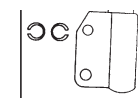

Fig. 3
- 5.) Avant d'installer le « Magna-Cam », alignez la ligne de référence de la tête du boulon et de la rondelle « à plusieurs épaisseurs » avec la fente du manchon en nylon (voir la figure n° 4). Il est important que les trois (3) pièces soient alignées pour effectuer une installation réussie. REMARQUE : La fente sur le manchon en nylon (et les lignes de références correspondantes de la tête du boulon et de la rondelle « à plusieurs épaisseurs » doivent faire face à l'extérieur pour augmenter l'inclinaison et à l'intérieur pour la diminuer (voir la figure 3). Il est important que la fente sur le manchon en nylon soit aussi rapprochée que possible de la position trois heures (3 h.) (diminution) ou neuf heures (9 h.) (augmentation) de façon à obtenir la plage maximale d'ajustement de 1\_°.
- 7.) Installez deux (2) rondelles plates et un écrou autobloquant. Serrez à la main seulement. (Des rondelles peuvent être nécessaires comme pièces d'écartement pour empêcher l'écrou autobloquant d'entrer en contact avec les têtes de boulons.)
NOTE: The slot on the nylon sleeve and corresponding reference lines on the bolt head and “stepped” washer should face outward to increase camber and inward to decrease camber. (See Figure 3. It is important that the nylon sleeve is as close as possible to the three o'clock (3:00) position (decrease) or nine o'clock (9:00) position (increase) in order to get maximum 1 1/4° adjustment range.)